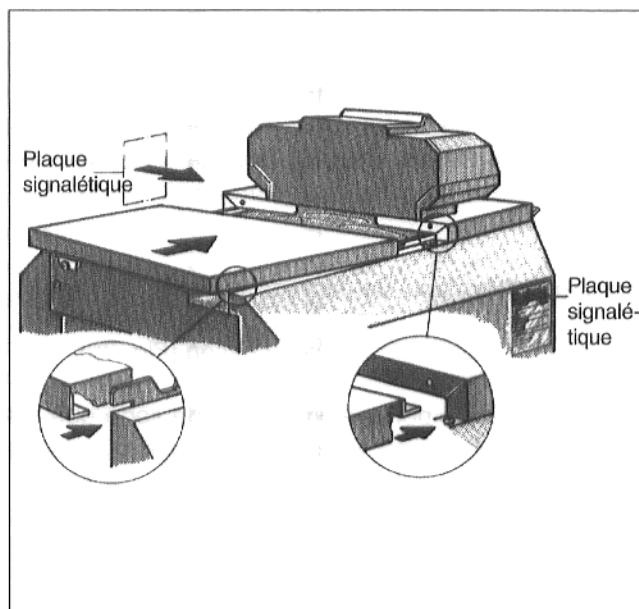

Fig. 28
- Sur la haut, poser la jaquette arrière sur les faces latérales gauche et droite et glisser le rebord plié vers le haut sous la jaquette avant (Fig. 28).
- Glisser les rebords de gauche et de droite dans les fentes de la paroi latérale (Fig. 28)
- Selon les exigences locales, coller la deuxième plaque signalétique sur la paroi latérale droite ou gauche (figure 28).